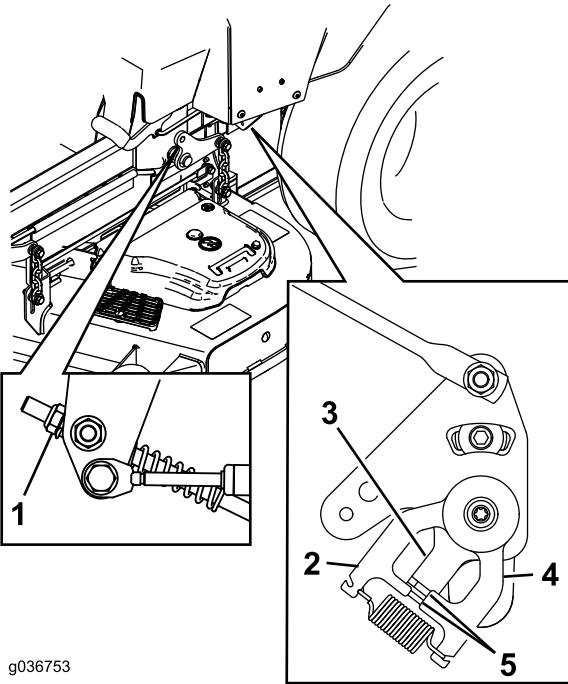

Figura 68
11. Ajuste os comprimentos da barra de controlo da bomba rodando a porca na direção adequada até as rodas andarem ligeiramente para trás (Figura 68).